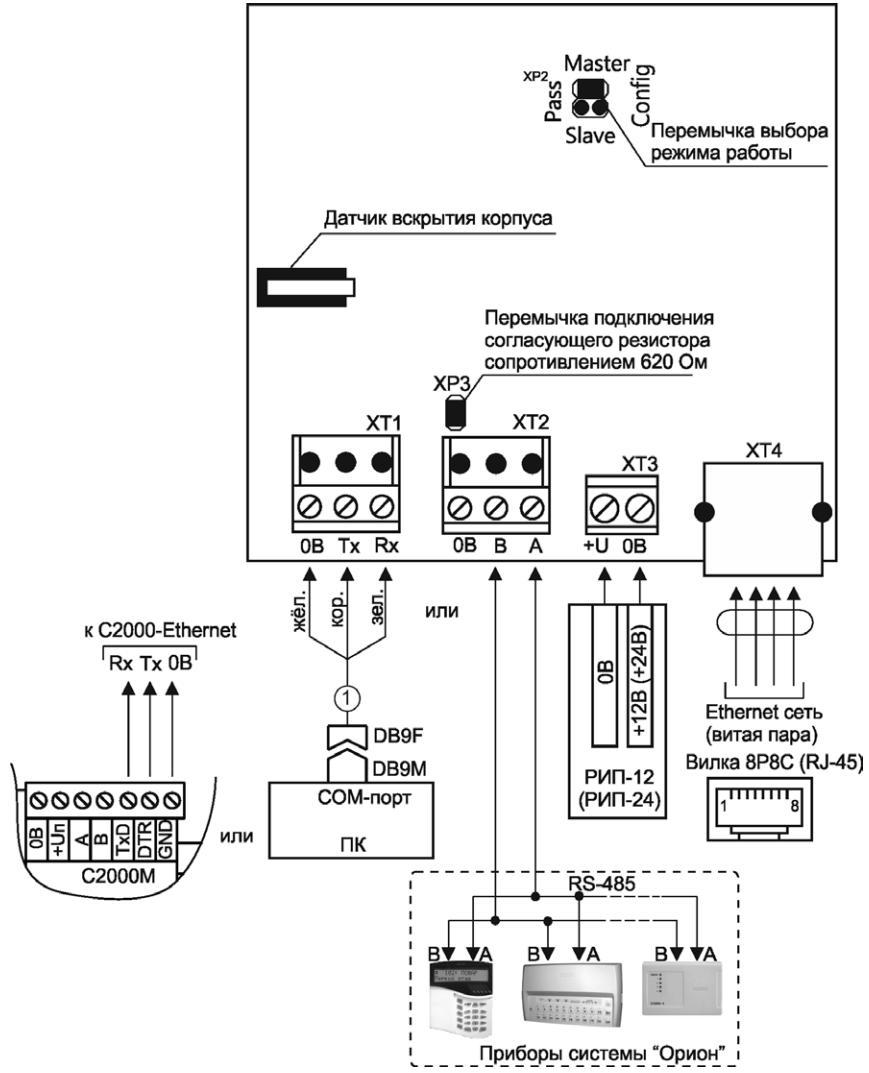

Рисунок 1.
1.3. Подключите преобразователь в соответствии с проектной документацией и схемой на рис. 1.